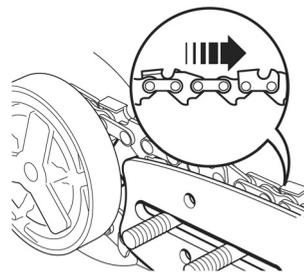

Fig. 4
- > Faites passer la chaîne [3] par-dessus le pignon d'entraînement [21] situé derrière l'embrayage [22], puis enfillez-la autour du guide-chaîne [4] en faisant attention à bien orienter les lames dans le sens de rotation (Fig. 4).